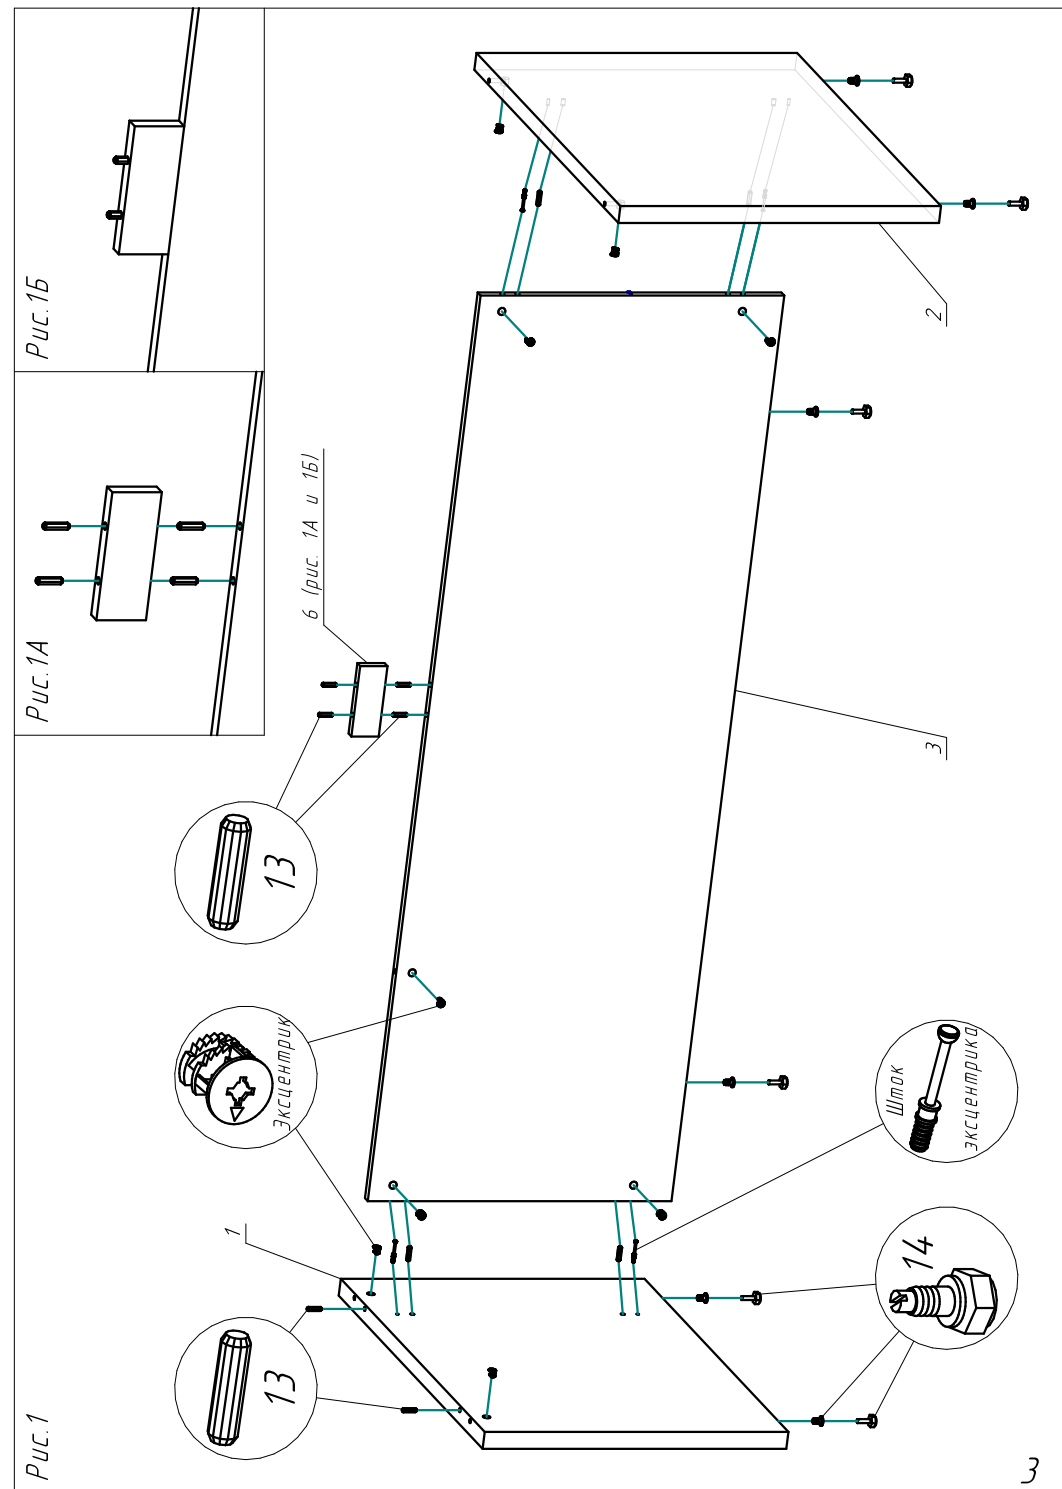

Рис.1
1. В стойки стола (1 и 2) и царгу (3) вбейте футорки от опор (14) и вкрутите в них опоры. Вставьте шканты (13) во все глухие отверстия диаметром 8мм. В глухие отверстия диаметром 5мм, расположенные на пласти деталей, вверните штоки эксцентриковых стяжек (12). Во все глухие отверстия диаметром 15мм вставьте эксцентрики (12). Стрелка на эксцентриках должна быть повернута в сторону штока. Соедините стойки стола (1 и 2) с царгой стола (3) так, чтобы фурнитура попала в ответные отверстия. При помощи отвертки поверните эксцентриковые стяжки на 180 градусов до упора (рис. 1).
2. Вставьте сверху в царгу (3) два шканта (13). Установите на них вставку (6) и в нее же вставьте еще два шканта (рис. 1А и 1Б).